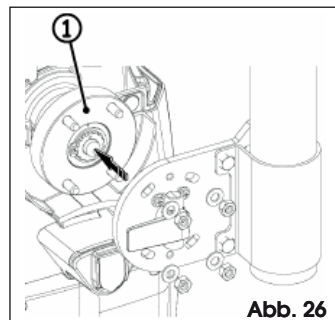

Abb. 26
6. Alles auf der Zugscheibe positionieren, Abb. 26 Bez. ①, und bei Schließrichtung links die in der Abbildung dargestellte Ausrichtung einhalten.